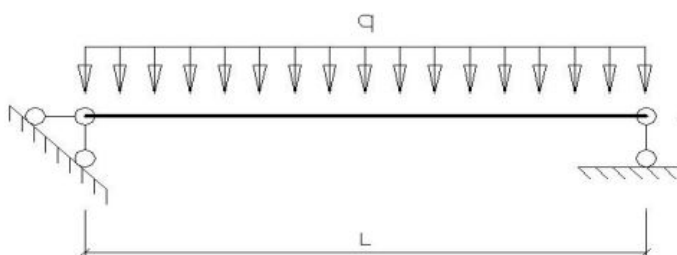

Рисунок 1. Расчетная схема балки
4.1 Проверить прочность брусчатого стержня пролетом L , сечением $b \times h$, (круглого диаметром d) без ослаблений. Брус изгибается в направлении большего размера сечения равномерной нагрузкой q (рисунок 1).